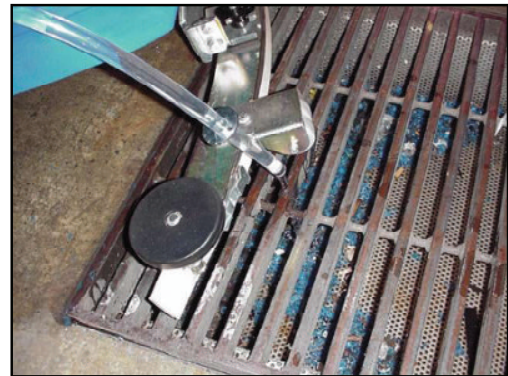

Рисунок 39
3. Опорожните резервуар для раствора (см. рис. 39).